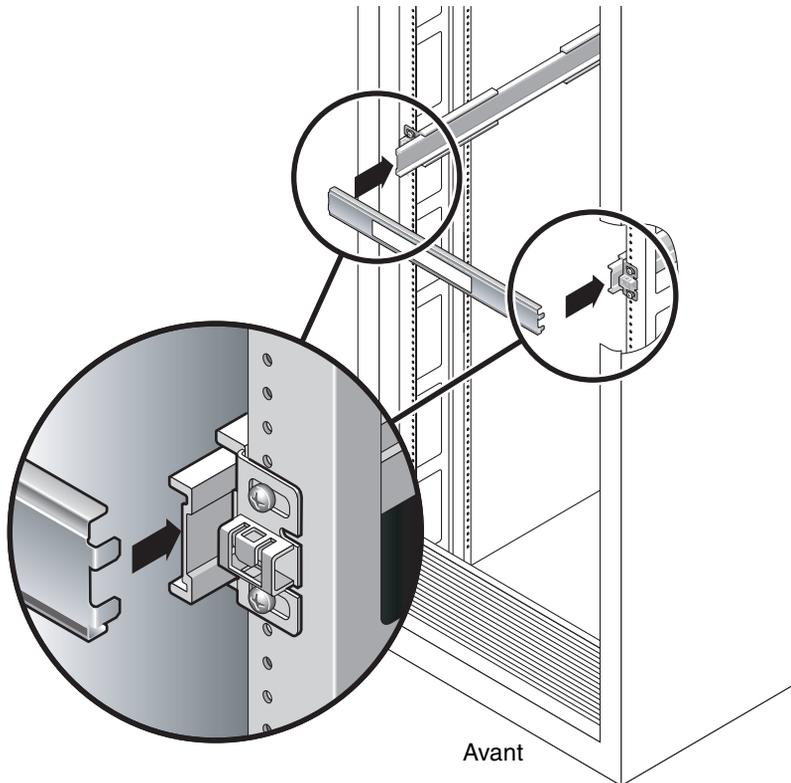

FIGURE 2-7 Utilisation de l'entretoise pour régler la distance entre les rails coulissants
- a. À l'arrière du rack, insérez le côté gauche de l'entretoise dans les encoches de la fin du milieu du rail gauche (voir FIGURE 2-7).